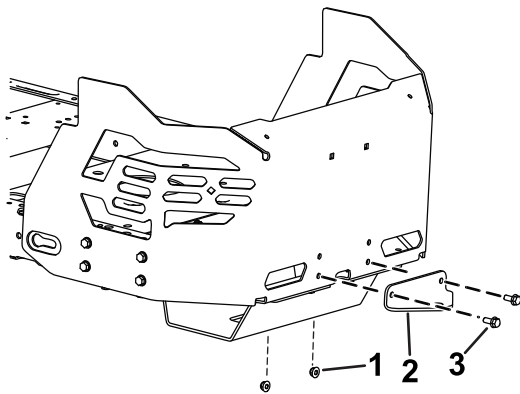

Figura 13
1. Retire os 2 parafusos existentes, as duas porcas e o suporte do engate da parte inferior do resguardo do motor (Figura 13).